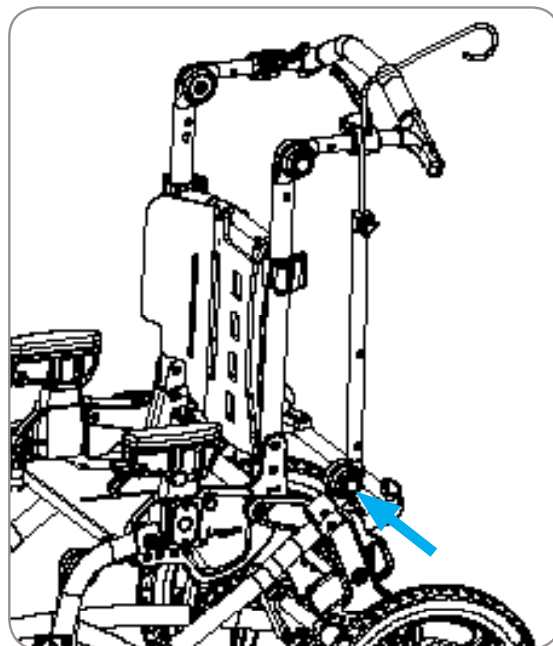

Figura 32
1. Mantenga presionado el botón en el exterior del barral de ajuste, consulte la Figura 32.